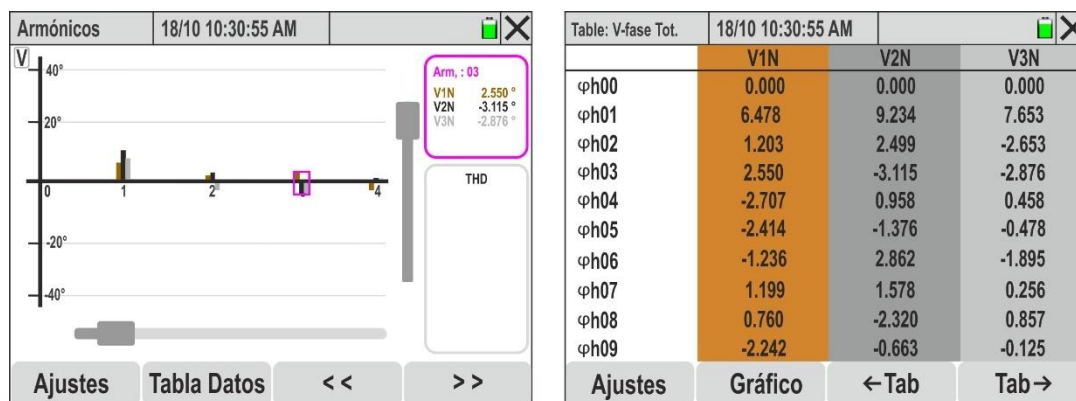

Fig. 58: Análisis armónico de ángulos de fase para señales de tensión
17. Con la selección de las 4 tensiones o de las 4 corrientes los gráficos de histograma de los ángulos de fase respecto al origen de las magnitudes V1N, V2N, V3N, VNPE o bien I1, I2, I3, IN se muestran en la Fig. 58 – parte izquierda
19. Toque la tecla “**Tabla Datos**” para pasar a la visualización numérica. La pantalla de Fig. 58 - parte derecha se muestra en el visualizador. Los parámetros “ ϕ_{hxx} ” indican la amplitud del armónico xx, para cada canal seleccionado